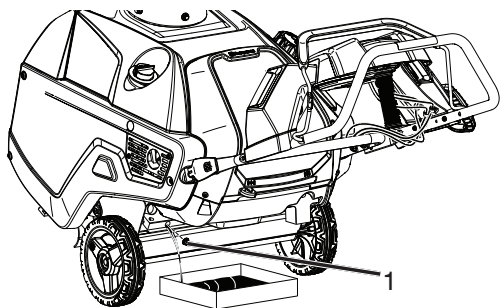

Figure 24
4. Placer un contenant sous le bouchon de vidange d'huile, retirer le bouchon de vidange d'huile, puis basculer la souffleuse à neige vers l'arrière et laisser l'huile usée s'écouler dans le carter de vidange d'huile (Figure 24).